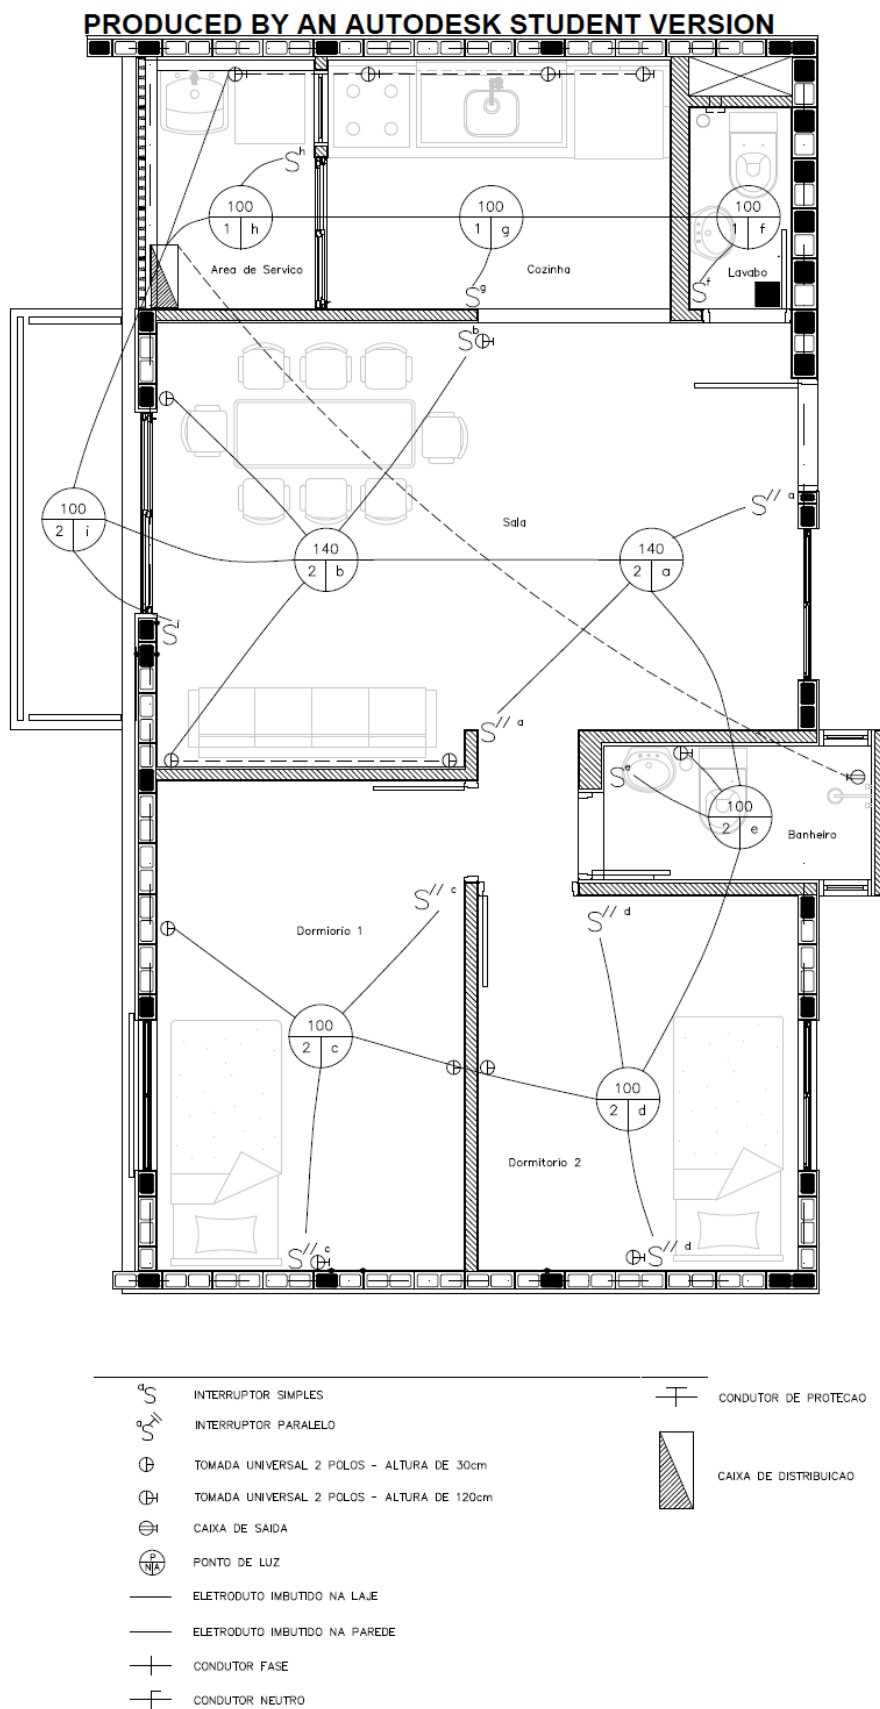

Figura 5 Exemplo para discussão sobre o posicionamento de eletrodutos e do quadro de distribuição.
2. No esboço (Figura 5) a localização do quadro de luz está correta?
O quadro no exemplo da Figura 5 está localizado em um ambiente pequeno onde, costumeiramente, as pessoas acumulam utensílios domésticos que se constituem em obstáculo para o acesso ao quadro. Além disso, na parede externa da área de serviço deve haver abertura para ventilação ou janela. A posição do quadro de distribuição deve ser compatibilizada com a abertura/janela.
4. Na planta (Figura 5) existem paredes estruturais. Os eletrodutos podem ser embutidos nessas paredes como é o caso da cozinha e área de serviço?